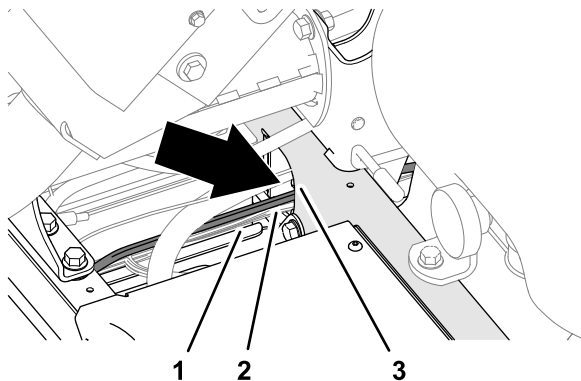

Figura 10
2. Inserite la parte rimanente del cablaggio di alimentazione lungo il cablaggio preassemblato della macchina passando attraverso la canalina del supporto (Figura 10).